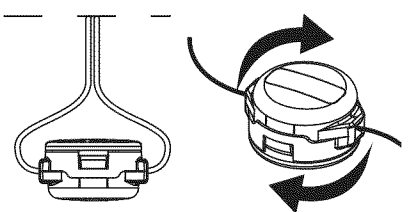

Fig. 17
2. Utilizando una línea de reemplazo de 10.5 pies (3.2 m). Empuje un extremo de la línea a través de uno de los ojetes hasta que salga por el lado opuesto. Continúe empujando o tirando de la línea hasta que la línea quede distribuida uniformemente, de manera que se vea aproximadamente 5 pies (1.5 m) desde ambos lados del cabezal de corte (Fig. 17)
3. Sujete la perilla del cabezal de corte y haga girar el cabezal de corte en el sentido de las agujas del reloj para enrollar la línea en el carrete interior hasta que salga 5 pulg. (12.7 cm) por cada lado del cabezal de corte (Fig. 17)